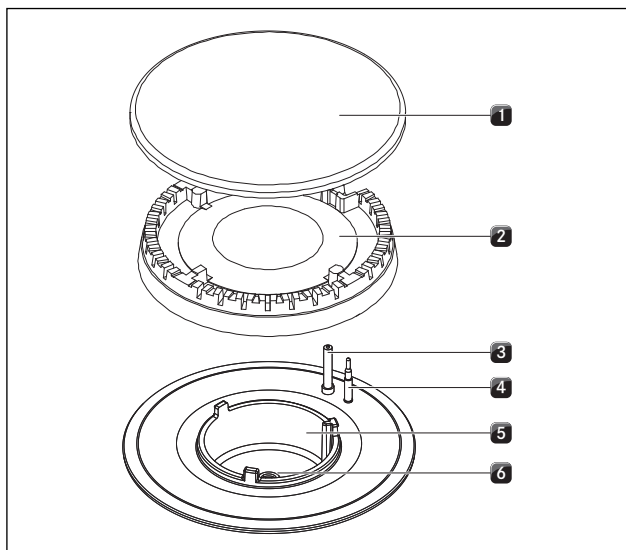

Fig. 4.46 Gas-brænder, montering
- Dysesættets selvklæbende typeskilte, som er vedlagt leveringsomfanget, klistres oven på dysesættets typeskilt på undersiden af kogepladen (se fig. 4.46) og på den næstsidste side af brugsanvisningen.